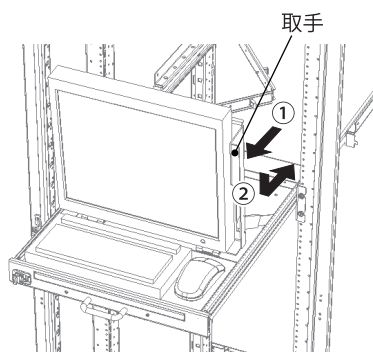

図 15
1. 2 段階のロック機構があります。ロックを解除するため、ディスプレイ収納台を 1 度手前に引いて、奥へ倒してください。(図 15)